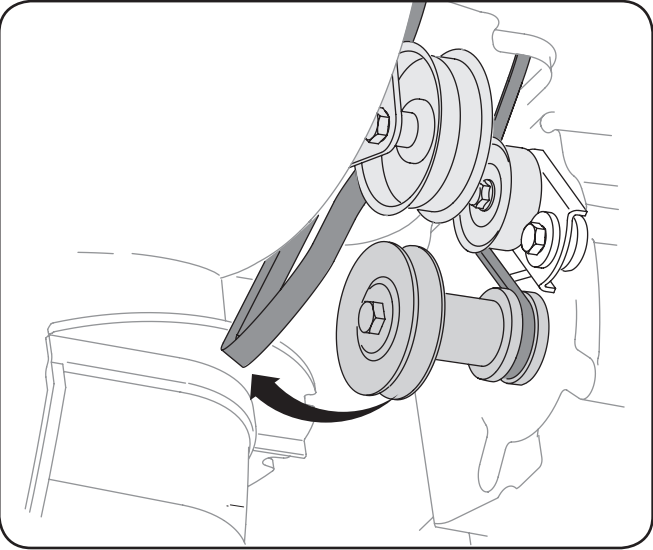

Figure 7-4
3. Démontez le couvre-châssis du dessous de la souffeuse en retirant les quatre vis auto-taraudeuses qui le maintiennent en place. Voir la Fig. 7-4.
4. Dégagez la courroie de la tarière de la poulie motrice. Voir la Figure 7-4.